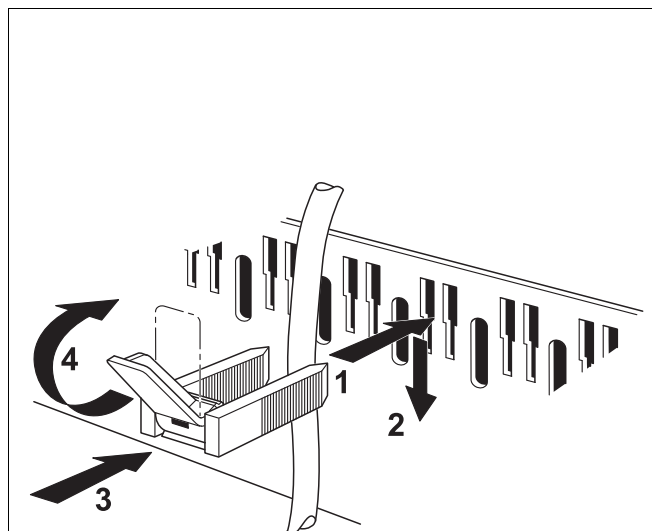

Рис. 18 Крепление провода хомутом
- Все провода закрепить хомутами (Рис. 18):
- Вставить хомут с проводом сверху в шлицы рамки (Рис. 18); пластинка рычага должна быть при этом направлена вверх (Рис. 18, шаг 1).
- Сдвинуть хомуты вниз (Рис. 18, шаг 2).
- Нажать на хомут (Рис. 18, шаг 3).
- Повернуть рычажок вверх (Рис. 18, шаг 4).